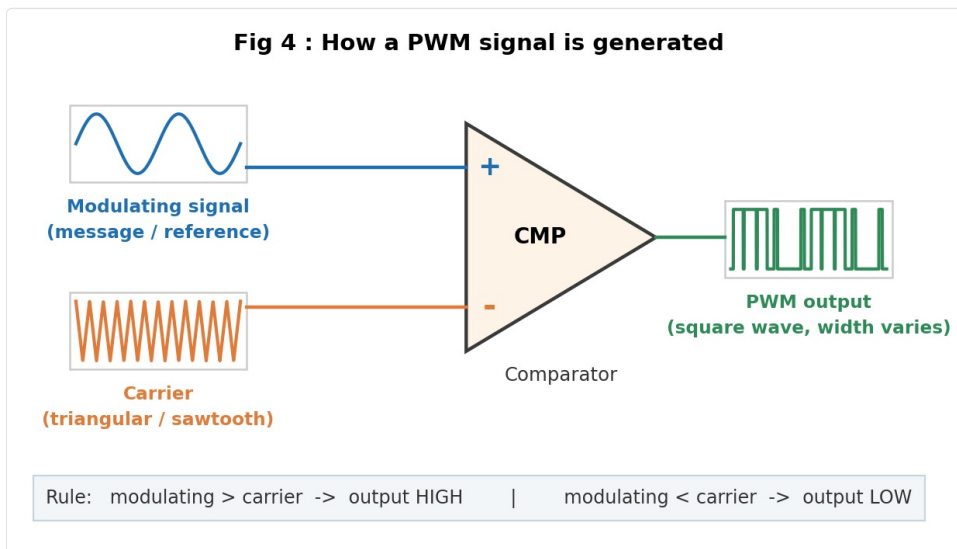

Fig 4 — PWM সিগন্যাল জেনারেটরের ব্লক ডায়াগ্রাম।
- ৫। PWM সিগন্যাল কীভাবে তৈরি করা হয় — কম্প্যারেটর (Fig 4)